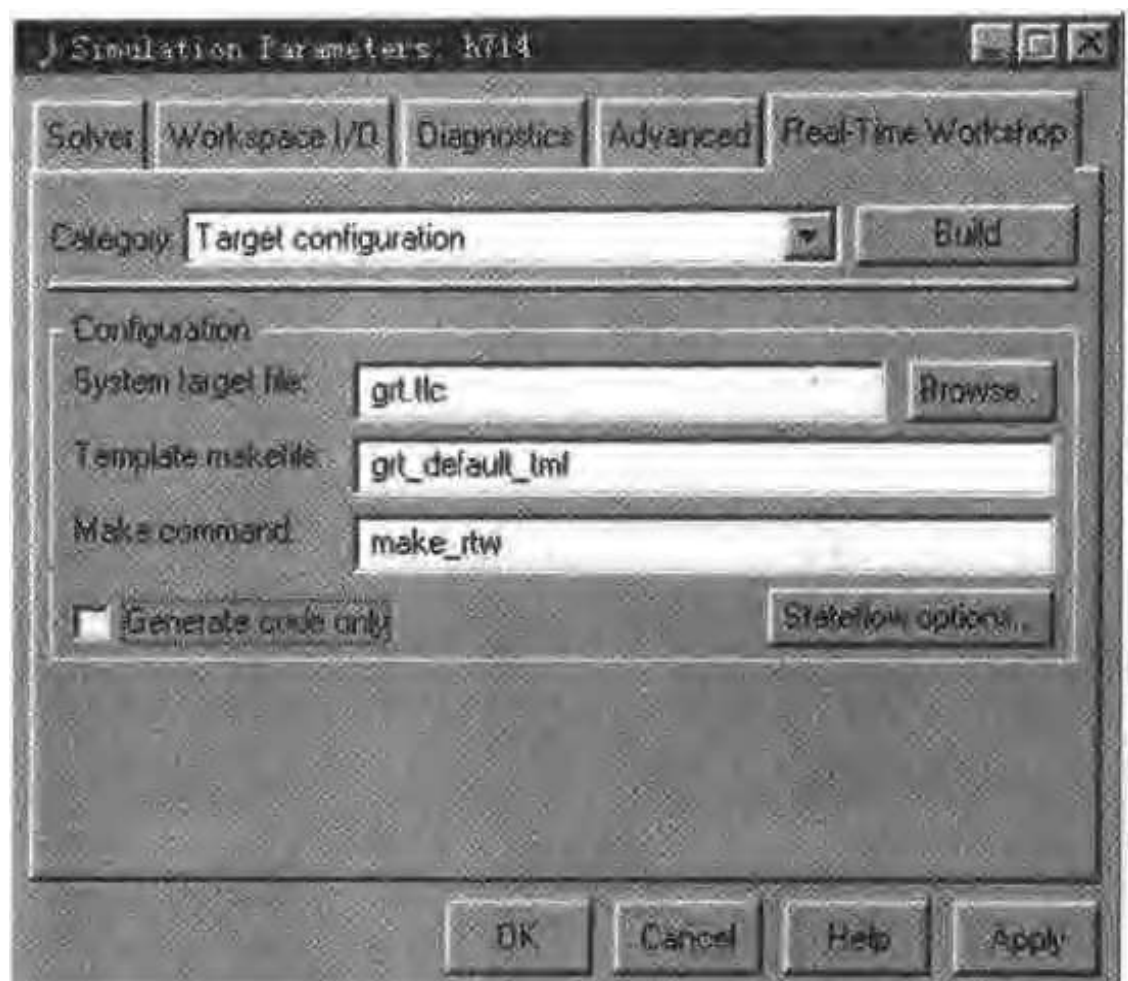

图 9-17 Real-Time Workshop 页设置
(4)在 Real-Time Workshop 页,从 Category 菜单选择 Target configuration 选项。而至于系统目标文件(system target file),缺省情况下,应该指定为普通实时目标(即 grt.tlc),所以就不用修改。如果没有设定为 grt,读者可以从 Browse 打开的系统目标文件列表里选择它。最后完成的 Real-Time Workshop 页应该如图 9-17 所示。